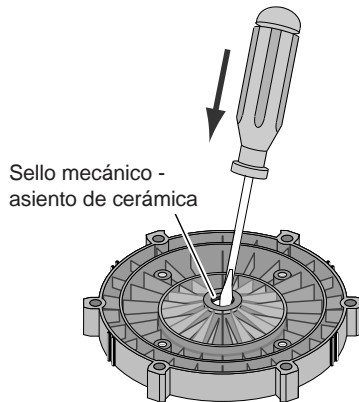

Figura 6
2. Saque la cubierta del sifón y use aire a baja presión para soplar el agua acumulada del sistema de tubería. Use una barra o una tabla de apalancar para sacar las cubiertas del colector que estén demasiado apretadas o se hayan atascado y no se puedan sacar con la mano. La tapa del colector tiene salientes para poder usar una palanca o una barra de apalancar (consulte la Figura 6).